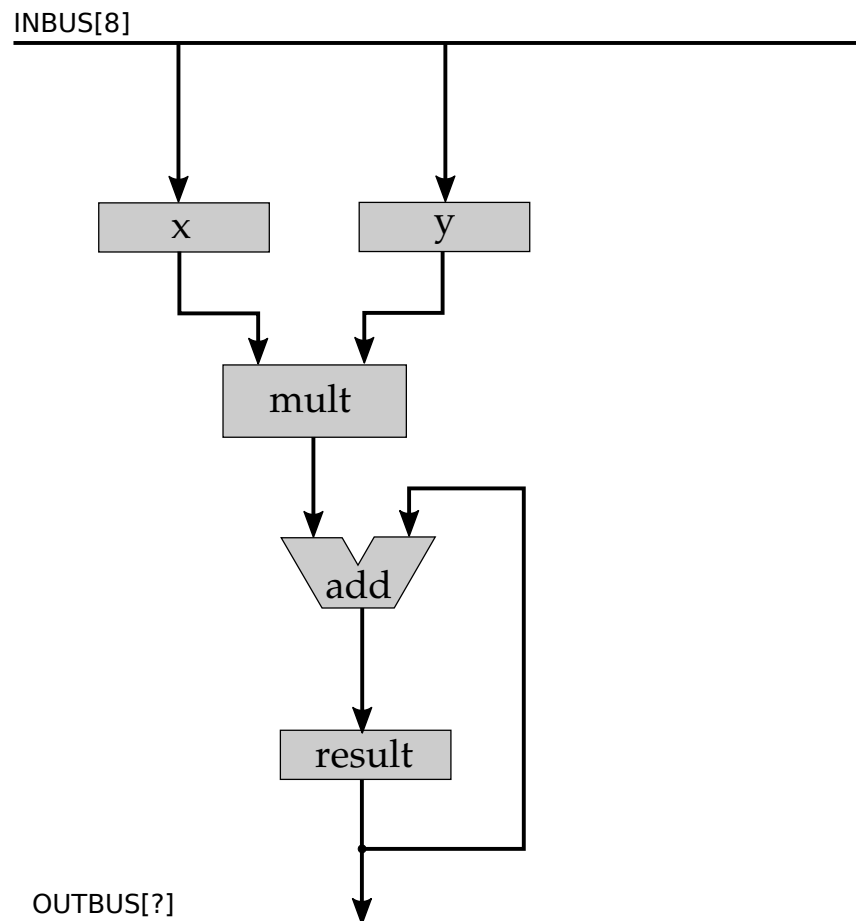

Abbildung 11: Datenpfad zur Berechnung des Skalarprodukts
- (b) Nun soll die Steuerung von Ihnen entworfen werden. Zeichnen Sie dazu in den Datenpfad (Abbildung 11) die notwendigen Kontrollpunkte und eventuell weitere notwendige Komponenten (z.B. Zähler) ein. Benennen Sie die Signale und geben Sie kurz deren Funktion an. (5 Punkte)